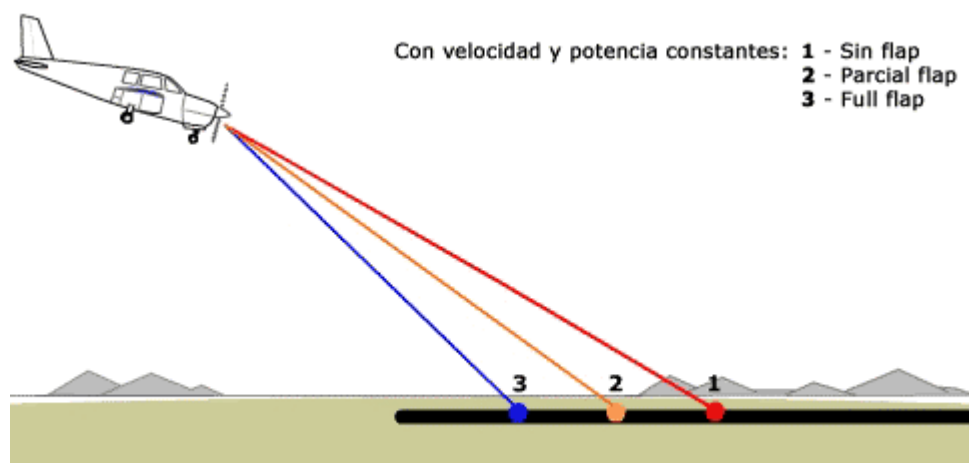

Fig.6.3.2 - Efecto de los flaps sobre el punto de aterrizaje.
- Menor velocidad y mayor resistencia implican menor distancia horizontal recorrida por unidad de tiempo; se recorre menos distancia horizontal (fig.6.3.2).